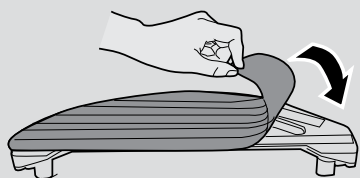

Fig. 15
3. Alignez le réservoir d'eau au Dessous du robot et pressez-le jusqu'à entendre un clic pour le mettre dans la bonne position. Cela indique qu'il est convenablement fixé. [Fig. 15]